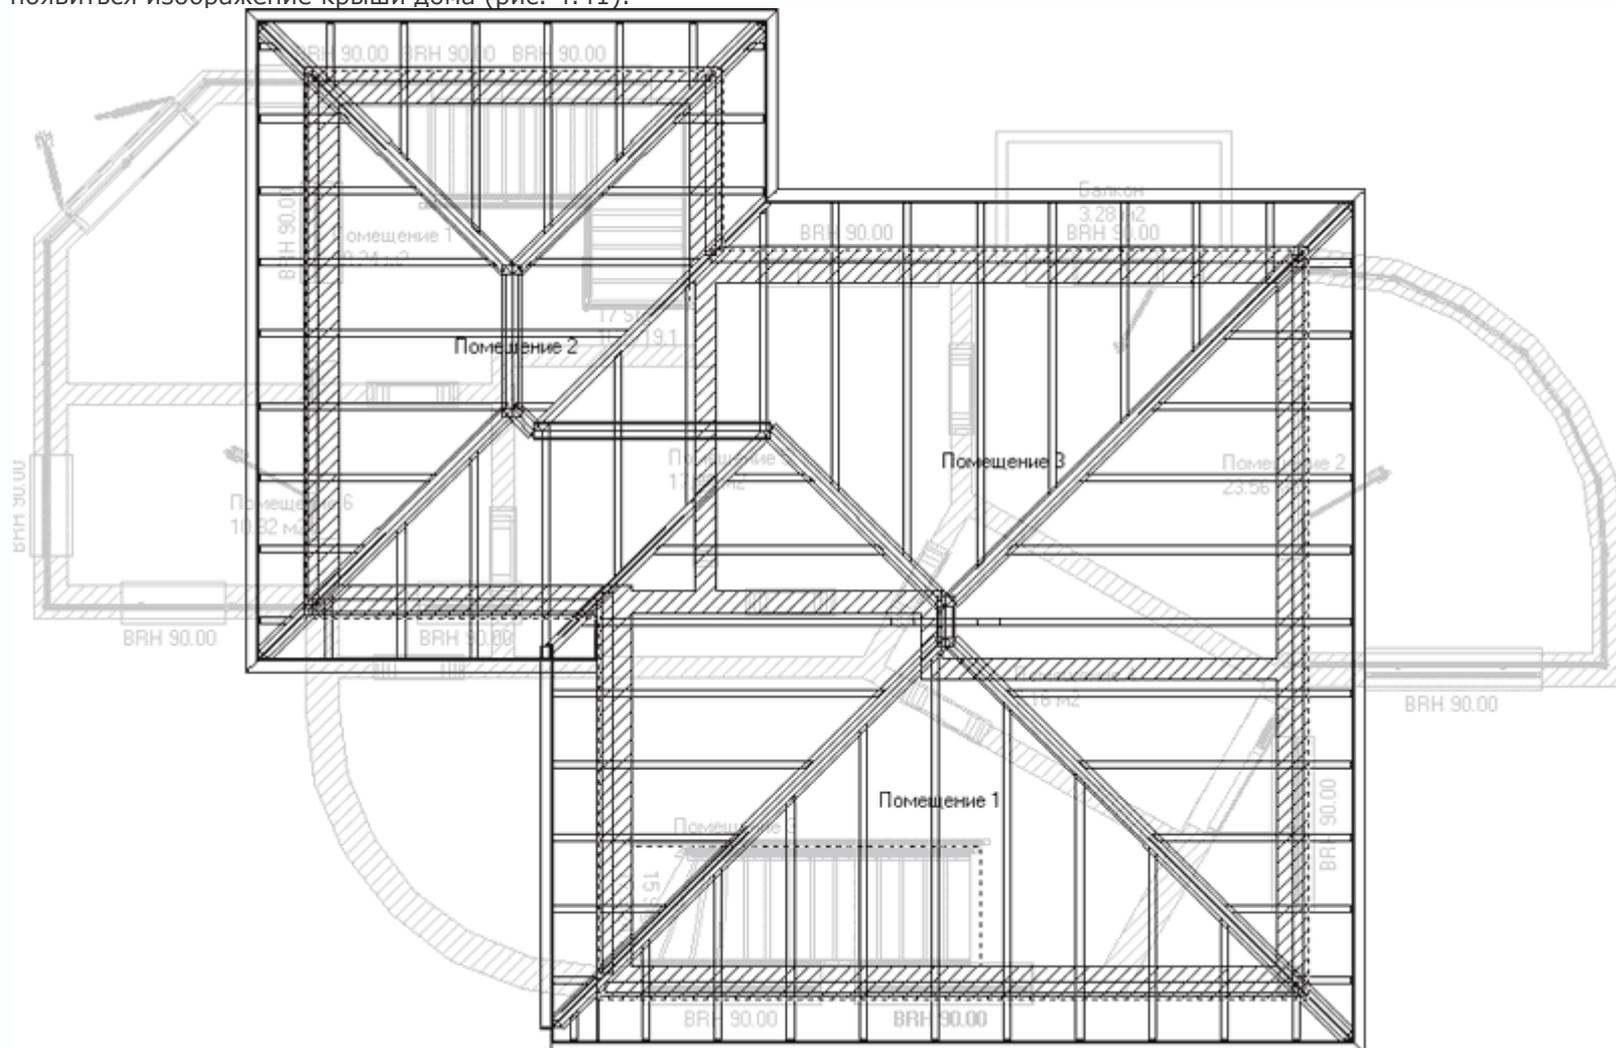

Рис. 4.41. План здания после добавления крыши (этаж, содержащий крышу, активен)
5. Нажмите кнопку ОК, чтобы закрыть окно редактора крыши и завершить построение. На плане должно тотчас же появиться изображение крыши дома (рис. 4.41).